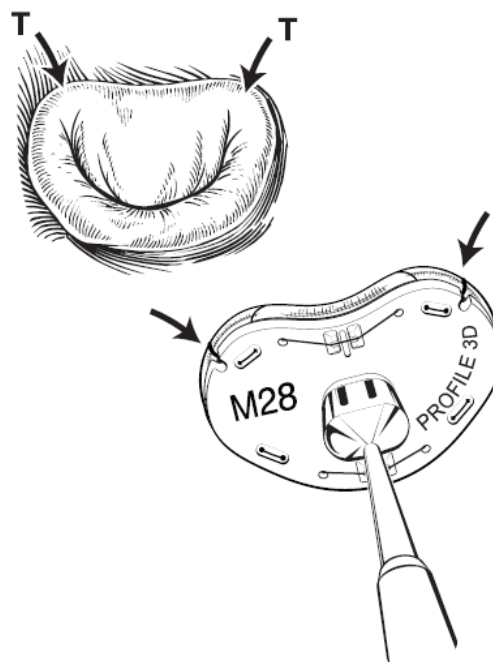

Figura 5
2. Realice suturas discontinuas adicionales, con una separación aproximada de 4 mm, en las partes anterior y posterior del anillo mitral (Figura 5). Realice un total de 10 a 14 suturas en el anillo valvular.
Realice en cada trígono suturas de aproximadamente 4 mm de anchura. Realice más suturas discontinuas, de aproximadamente 4 mm de ancho, en las secciones anterior y posterior del anillo mitral (Figura 5). Debe realizarse un total de aproximadamente 10 a 14 suturas en el anillo valvular.